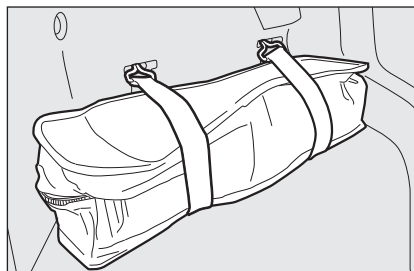

fig. 2
- ☐ open de achterklep, pak de gereedschaptas **fig. 2** aan de linker zijde uit de bagageruimte door de elastieken los te haken en plaats de gereedschaptas bij het te verwisselen wiel;